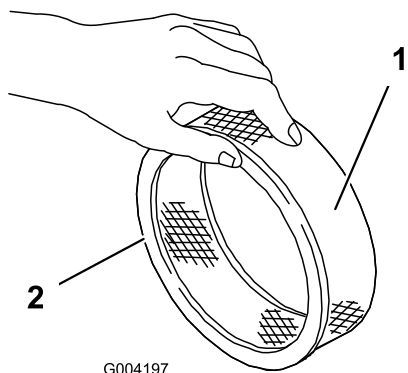

図 157
5. ペーパーフィルタに汚れや油汚れ、ゴムシールの傷がないか点検する 図 157。